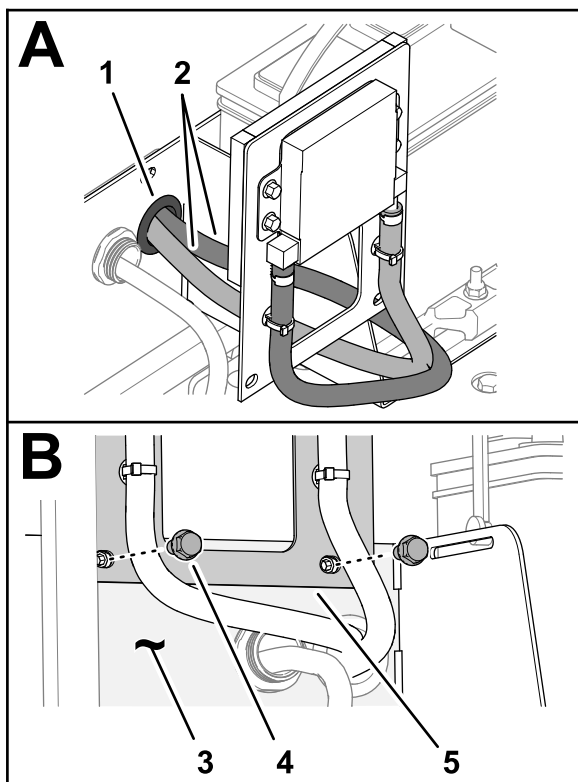

図 12
2. 燃料クーラの 2 本の燃料ホースを、ラジエターブラケットのハトメに通す 図 12。
3. 燃料クーラのブラケットの穴をラジエーターブラケットの穴にあわせる 図 12。
4. ラジエーターブラケットに燃料クーラブラケットを固定する 図 12 キャップスクリュー 5/16 x 5/8" 2本を使用する。